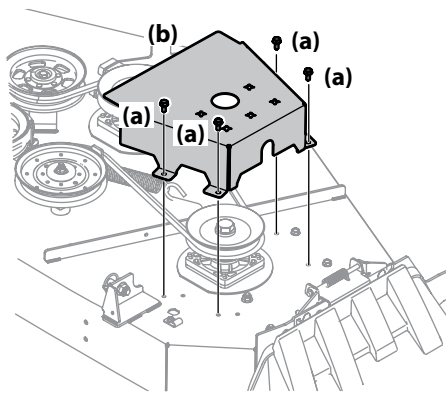

Figura 4-15
2. Retire los tornillos de cabeza hexagonal con arandela (a) que sujetan las cubiertas de las correas (b) a la plataforma. Vea la Figura 4-15.
3. Extraiga las dos poleas locas (a y b), para lo cual debe retirar los tornillos de cabeza hexagonal (c) y las tuercas de seguridad con brida (d) que las sujetan a la plataforma y el brazo de polea loca (e). Vea la Figura 4-15. No pierda ningún elemento de ferretería (tapas de polea) (f), arandelas, protecciones de la polea (g) (si están equipadas) al sacar el tornillo de cabeza hexagonal (c) y la tuerca de seguridad con brida (d).
5. Instale la nueva correa alrededor de las poleas del husillo tal como se muestra y reinstale las cubiertas de las correas (b). Vea la Figura 4-15.